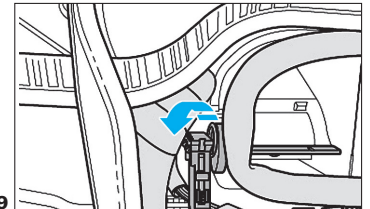

FIG. 39
- Débrancher le connecteur de la sonde de température (Fig.39).